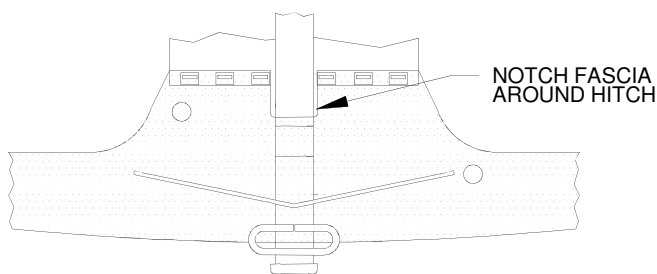

FIGURE 5.
13. REATTACH BUMPER AND FASCIA. THE FASCIA REQUIRES TRIMMING AROUND HITCH AS SHOWN IN FIGURE 5.